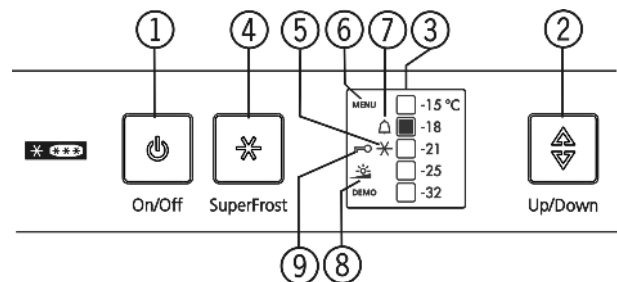

Fig. 3
- Symboli SuperFrost Fig. 3 (5) vilkkuu samanaikaisesti lämpötilannäytön kanssa.